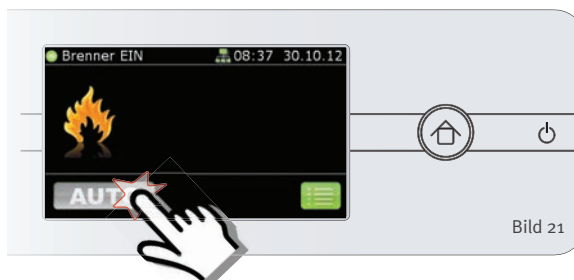

Bild 21
- 1b. Wählen Sie auf dem Homescreen die Taste Betrieb (Bild 21). Der Text wechselt je nach Einstellung auf AUTO oder auf PLUS.